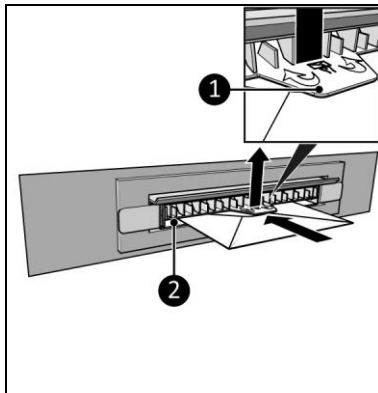

Figure 9
1. Levez la poignée (Figure 9, pos. 1) et poussez une lettre (maximum 5 mm) à travers la fente de la boîte aux lettres (Figure 9, pos. 2).